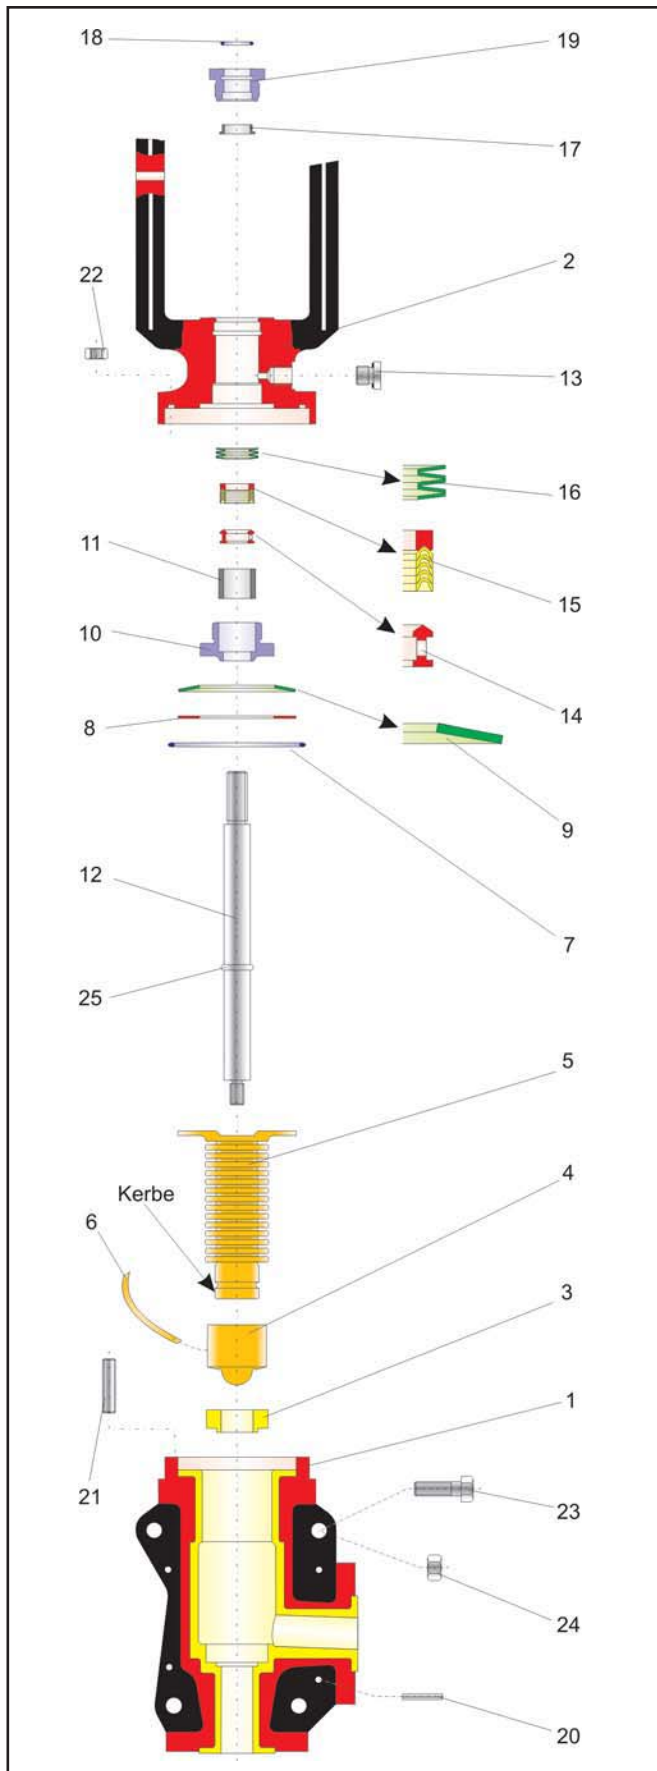

Bild 3 - Explosionszeichnung des Eckventils BR 8a
**Hinweis:** Die in der Explosionszeichnung (Bild 3) dargestellte Lage und Anordnung der Einzelteile ist bei der Montage einzuhalten.
Der Deckelflansch ( 2 ) wird an der Laterne in einen Schraubstock eingespannt, so dass die Flanschöffnung nach oben gerichtet ist. Der Tellerfedersatz ( 16 ) wird in die dafür vorgesehene Bohrung eingelegt. Die Anordnung der Tellerfedern ist der Explosionszeichnung ( Bild 3 ) zu entnehmen.
Nacheinander werden nun Schlussring, PTFE - V-Ringe ( 15 ) sowie Distanzrolle ( 14 ) eingelegt. Auch diese Anordnung ist der Explosionszeichnung ( Bild 3 ) zu entnehmen.
Die Tellerfeder ( 9 ), die Druckscheibe ( 8 ) und der O-Ring ( 7 ) werden in den Deckelflansch ( 2 ) eingelegt. Die Anordnung der Bauteile ist der Explosionszeichnung ( Bild 3 ) zu entnehmen.